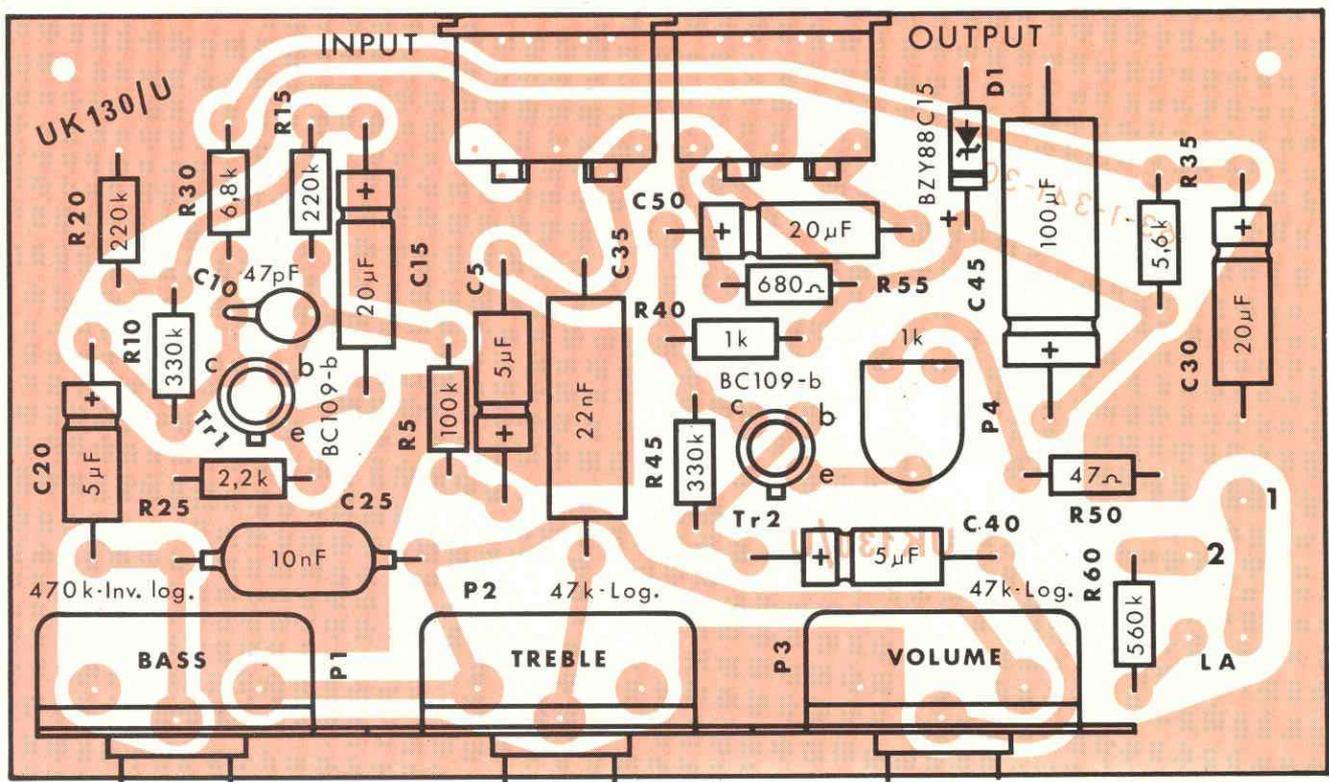

Fig. 3 - Disposizione dei componenti sulla basetta a circuito stampato.
### 1ª FASE - Montaggio dei componenti sul circuito stampato (Fig. 3)
□ Montare sul circuito stampato (1) i tre potenziometri BASS, TREBLE, VOLUME di fig. 3; facendo riferimento ai valori ohmici degli elementi. Il fissaggio si esegue infilando i piedini dei potenziometri nei fori del circuito stampato